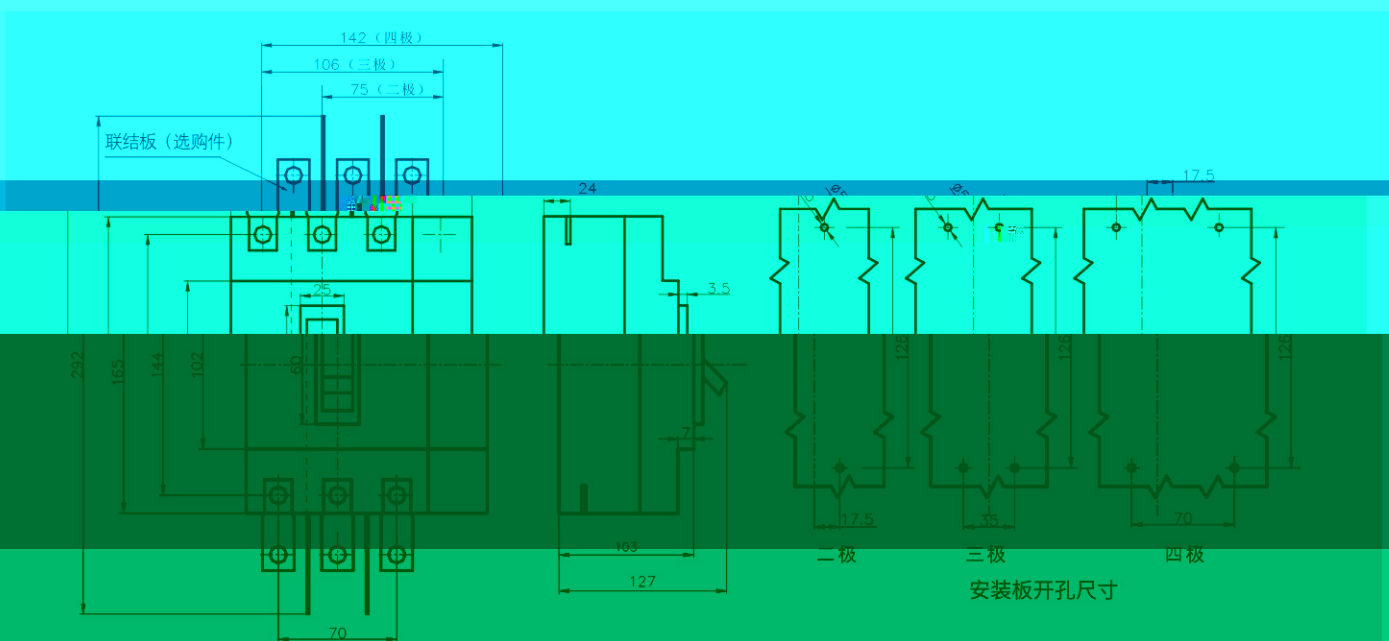

图3
2. HSM2DCx-250、HSM2DC-250、HSM2DC-250B、板前接线外形及安装、开孔尺寸见图3